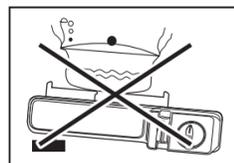

Fig. 2
- Располагайте печь на плоской, устойчивой поверхности (смотрите рис.2);